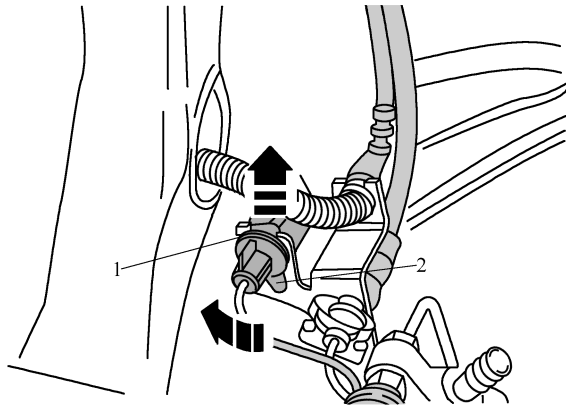

图 3-2-64 脱开插接器
(2) 对于有制动摩擦片磨损显示器的汽车，脱开插接器 1，将插接器下部的固定凸耳略微抬起，并随后转动 90°，将插接器下部从固定装置上拔下，如图 3-2-64 所示。